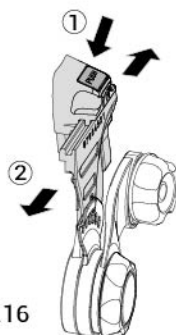

fig.16
- Juster avstanden mellom brukerens ansikt og glasset ved å trykke ned knappen på hver adapter og deretter skyve forover eller bakover (se fig.16).